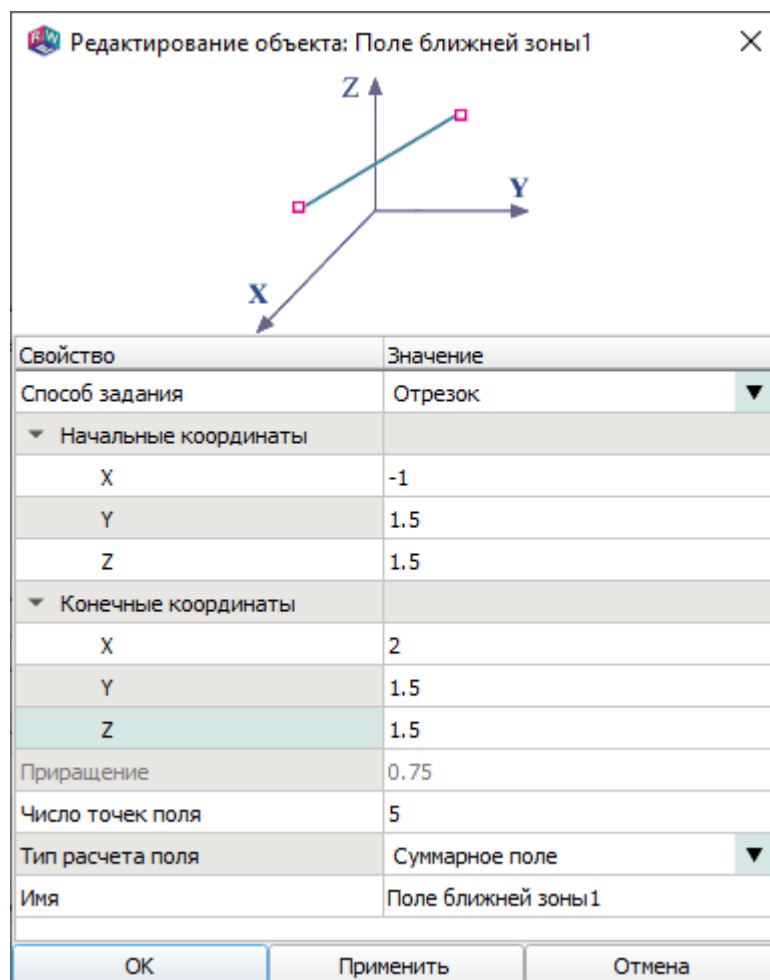

Рис. 182
16.20.3. Параметр *Способ задания* определяет систему координат (декартова или сферическая), в которой задаются координаты точек поля ближней зоны, либо представляет ее в виде отрезка (рис. 182).